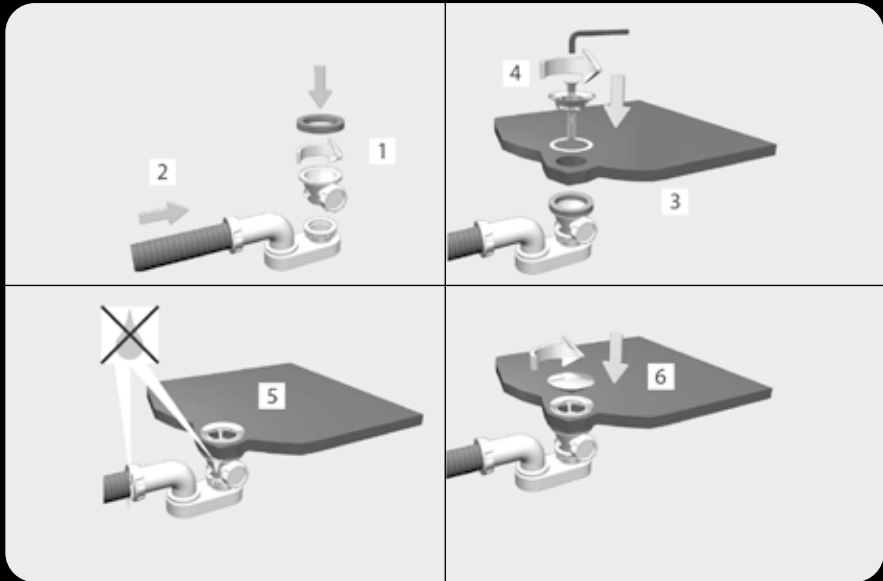

Abb. 2
- Die Abflussgarnitur gemäß den Abbildungen (siehe Abb. 2) und den Anleitungen des Abfluss-Herstellers auf die Wanne montieren.